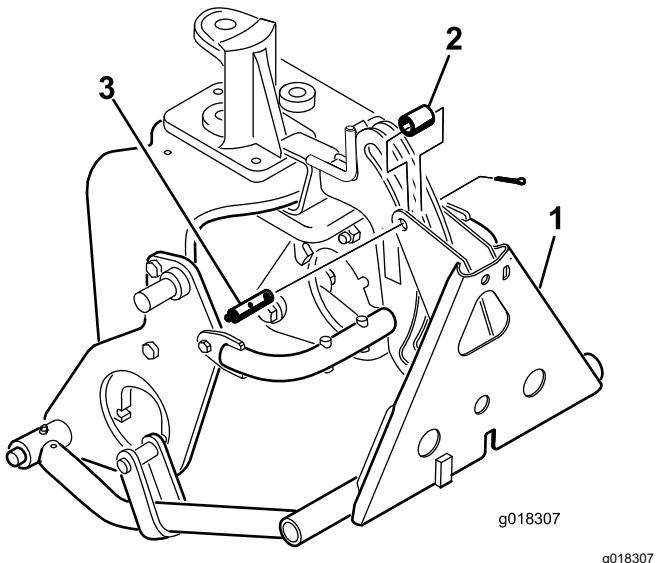

Figure 16
- Fixez l'adaptateur au cadre d'attelage avec un tube, un axe de chape et une goupille fendue (Figure 16).